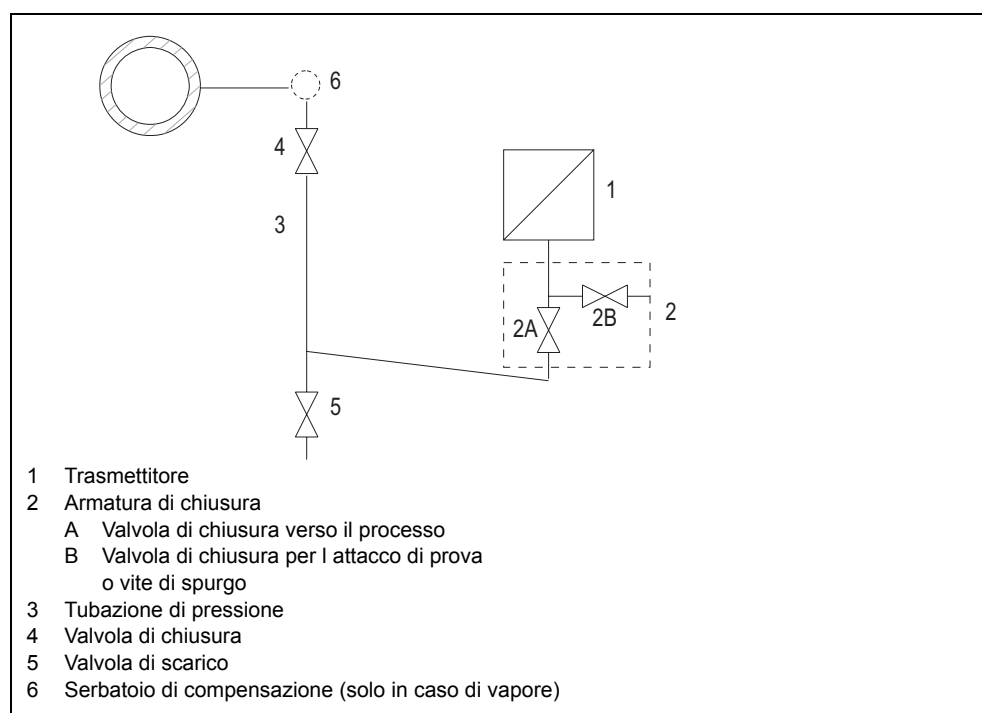

Figura 25 Misurazione di vapore
1. aprire la valvola di chiusura (2B, Figura 25, pag. 171),
2. applicare al trasmettitore una pressione corrispondente all'inizio della misurazione attraverso l'attacco di prova della valvola di chiusura (2),
5. aprire la valvola di chiusura (4) all'attacco di rilevazione della pressione,